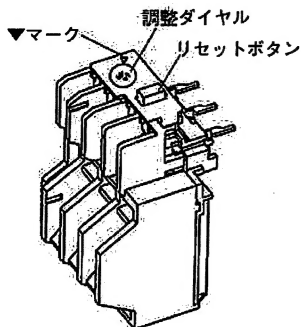

図9
- (1) 調整ダイヤルを回して目盛りの範囲内で、モータの全負荷電流を▼マークに合せてください。(図9) 目盛りの範囲外で使用した場合、性能を満足できません。
- (4) サーマルリレーが動作したときは、過負荷などの異常原因を除去してからリセットボタンを軽く押すとリセットします。(この場合、サーマルリレーが十分冷えていないとリセットができません。)(図9)